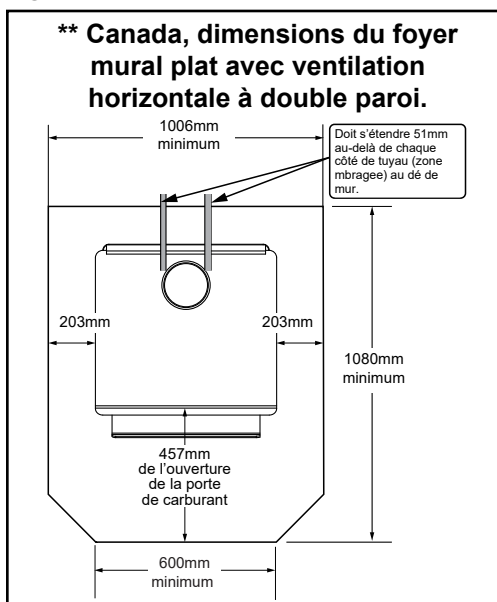

Figure 9.2 - \*\* Cette dimension varie en fonction de l'installation.
**Au Canada,** une protection de sol similaire doit être fournie à 457 mm (18 pouces) à l'avant et à 203 mm (8 pouces) des côtés et de l'arrière de l'appareil, à moins que le foyer ne soit contre le mur (**Figure 9.2**). Ensuite, le dégagement peut être réduit à l'aide d'un tuyau à double paroi et du tableau Dégagement par rapport aux matériaux inflammables indiqué à la page 10.
**\*Exception :** Les protections incombustibles pour le sol doivent s'étendre sous le conduit lorsque l'évacuation est horizontale et se prolonger de 51 mm (2 po) de chaque côté du conduit; **Voir figure 9.2.**